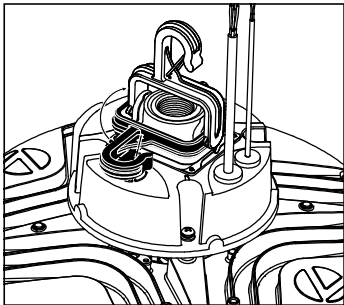

Figure 1
1.1 Tipo de montaje estándar (gancho suspendido) - Gancho de levación a la posición vertical (consulte la Fig. 1).